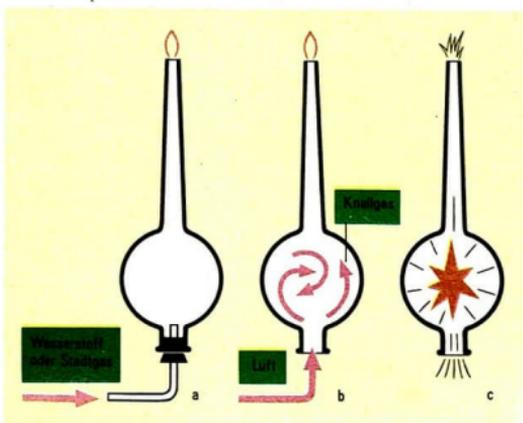

Abb. 51
**Vorsicht!** Aus einer Glaskugel mit langem Rohr strömt oben Wasserstoff aus und verbrennt. Unten dringt Luft ein (Abb. 51, S. 78).